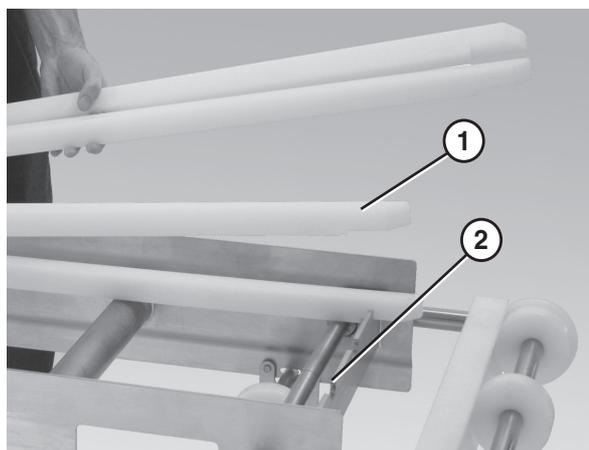

Figure 16
1. Position les bandes d'usure (Figure 16, item 1) sur le cadre.
2. Veillez à ce que les bandes d'usure soient placées de manière sûre sur les fentes du cadre (Figure 16, item 2).